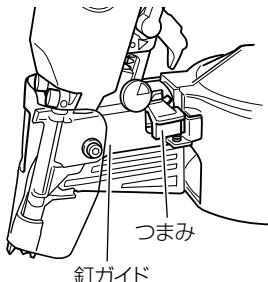

図 25
- つまみの摺動部はときどき掃除し、付属の油を注油してください。(図25)